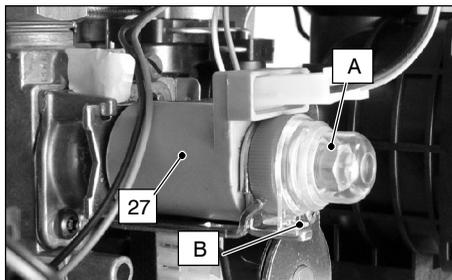

fig. 7.2
- 7 Rimuovere il tappino di protezione "A" dell'operatore modulante 27 in fig. 7.2 ruotandolo in senso orario per liberlo dal fermo "B" e facen-
- Rimontare il tappino di protezione "A" fig. 7.2